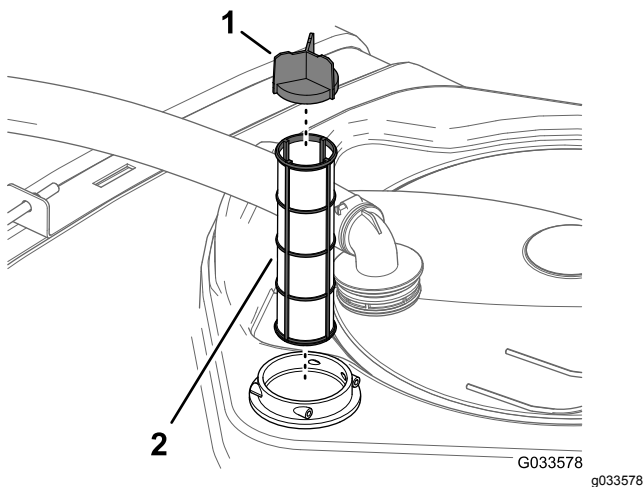

图 100
4. 从药缸内的过滤器外壳中拆除旧的吸入式过滤器 图 100。